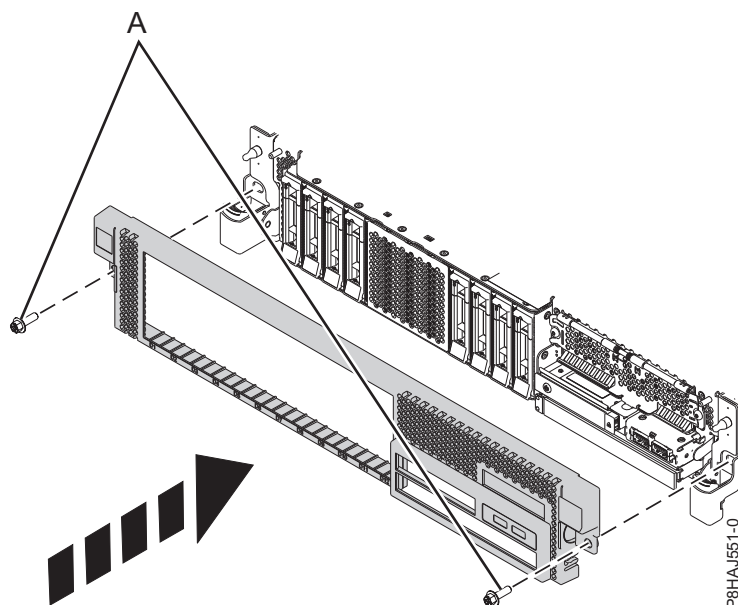

Figura 14. Instalando a Tampa Frontal
3. Feche as travas de liberação, empurrando na direção mostrada na Figura 14 na página 33. A tampa se encaixa no lugar e possui uma indentação pela qual é possível segurá-la mais facilmente.
4. Substitua os parafusos de remessa (A).